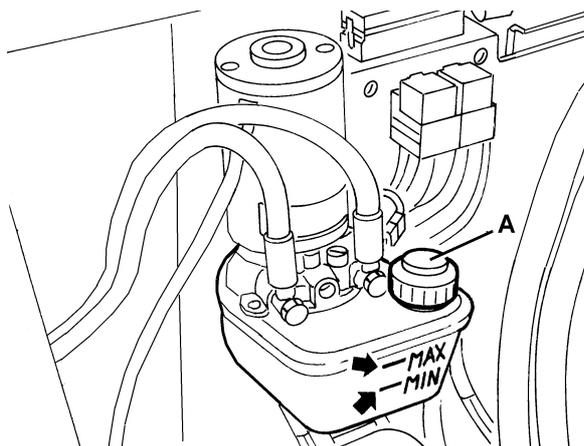

Abbildung 25
*Die Überprüfung ist (wie auf der Abbildung) bei vollständig abgesenktem Abfallbehälter (4) durchzuführen.*
1. Feststellbremse mit dem Pedal (75) und dem Hebel (68) betätigen.
2. Zündschlüssel (67) in Stellung 0 drehen.
3. Haube (22) öffnen und mit der Stützstange (36) sichern.
4. Überprüfen, ob der Ölstand im Tank (35) zwischen den Markierungen für Mindeststand (MIN) und Höchststand (MAX) liegt (siehe Abb. 25).
5. Falls erforderlich, Ölstand durch die Einfüllöffnung (A, Abb. 25) korrigieren. Das verwendete Öl muss die im Abschnitt „Technische Daten“ angeführten Eigenschaften aufweisen.
6. Stützstange (36) abnehmen und Haube (22) schließen.